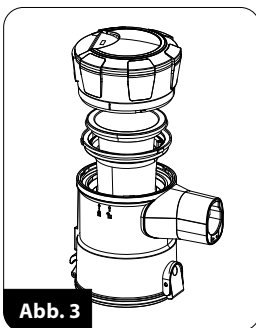

Abb. 3
- Zunächst den Motorfilter (11) und dann den Siebfilter (12) aus dem Staubbehälter nehmen - (Abb. 3).